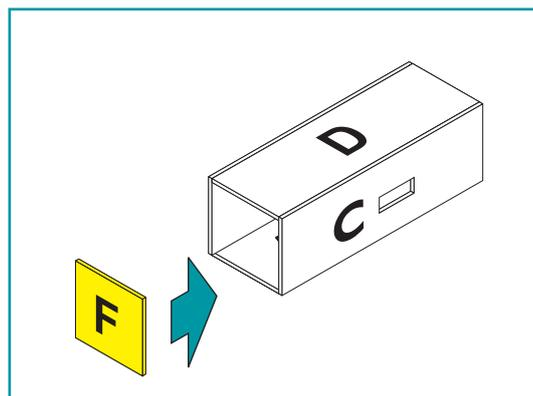

figura 16
2.3.5 Monte el panel F a los paneles B y C. (Figura 16)